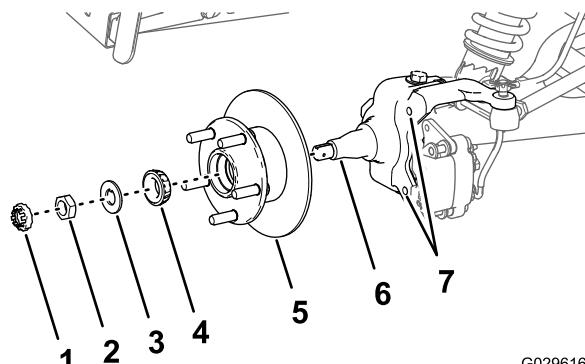

Figura 31
1. Lubrificate leggermente il mandrino con il grasso specificato (Figura 31).
2. Montate il mozzo e il rotore sul mandrino con il rotore verso l'interno (Figura 31).
3. Montate il cuscinetto esterno sul mandrino e inserite il cuscinetto sull'anello esterno (Figura 31).
4. Montate la rondella di sicurezza sul mandrino (Figura 31).
5. Avvitate il dado del mandrino sul mandrino e serrate il dado mentre ruotate il mozzo (Figura 31).
2. Allineate le pastiglie dei freni su ciascun lato del rotore (Figura 27) e i fori sulla staffa della pinza con i fori sul supporto del freno del telaio del mandrino (Figura 31).